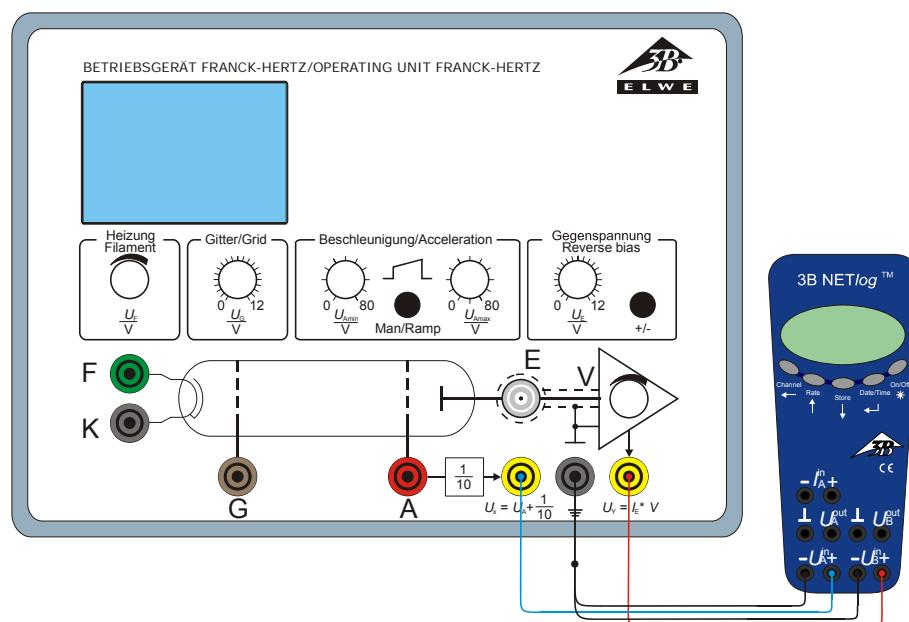

Fig. 6 Anschluss des 3B NETlog™ an das Betriebsgerät für Franck-Hertz-Experiment
- 3B NETlog™ ans Betriebsgerät für Franck-Hertz-Experiment anschließen. (siehe Fig. 6) Dazu Ausgang Ux des Betriebsgeräts für Franck-Hertz-Experiment an Eingang A und Ausgang Uy an Eingang B des 3B NETlog™ anschließen.